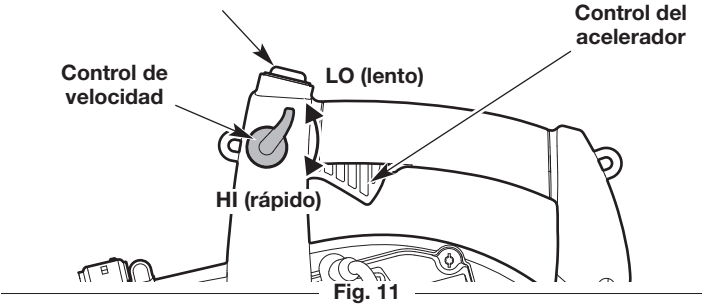

Fig. 11
NOTA: No es necesario encender la unidad. El interruptor de encendido/apagado está en la posición **Encendido (I)** en todo momento (Fig. 11).
2. Mueva el control de crucero a la posición **LO (lento)** (Fig. 11).
NOTA: Mantenga el control de crucero en posición **LO (lento)** y **NO** presione el control del acelerador (Fig. 11) hasta el paso 7.
7. Apriete y mantenga oprimido el control del acelerador o mueva el control de crucero a la posición **HI (rápido)** (Fig. 11).
2. Oprima y mantenga apretado el interruptor de encendido/apagado en la posición **Apagado (O)** hasta que el motor se pare por completo (Fig. 11).
- Use el control de velocidad para facilitar la operación continua (Fig. 11).